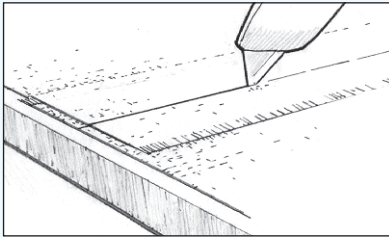

Abbildung 26 Schneiden Sie Überlappungen ab, wenn das Epoxidharz in den Geleezustand gewechselt hat, jedoch noch nicht ausgehärtet ist.
- b) Schneiden Sie mit einem scharfen Teppichmesser (Abbildung 26) durch beide Gewebe. Achten Sie darauf, nicht zu tief zu schneiden.